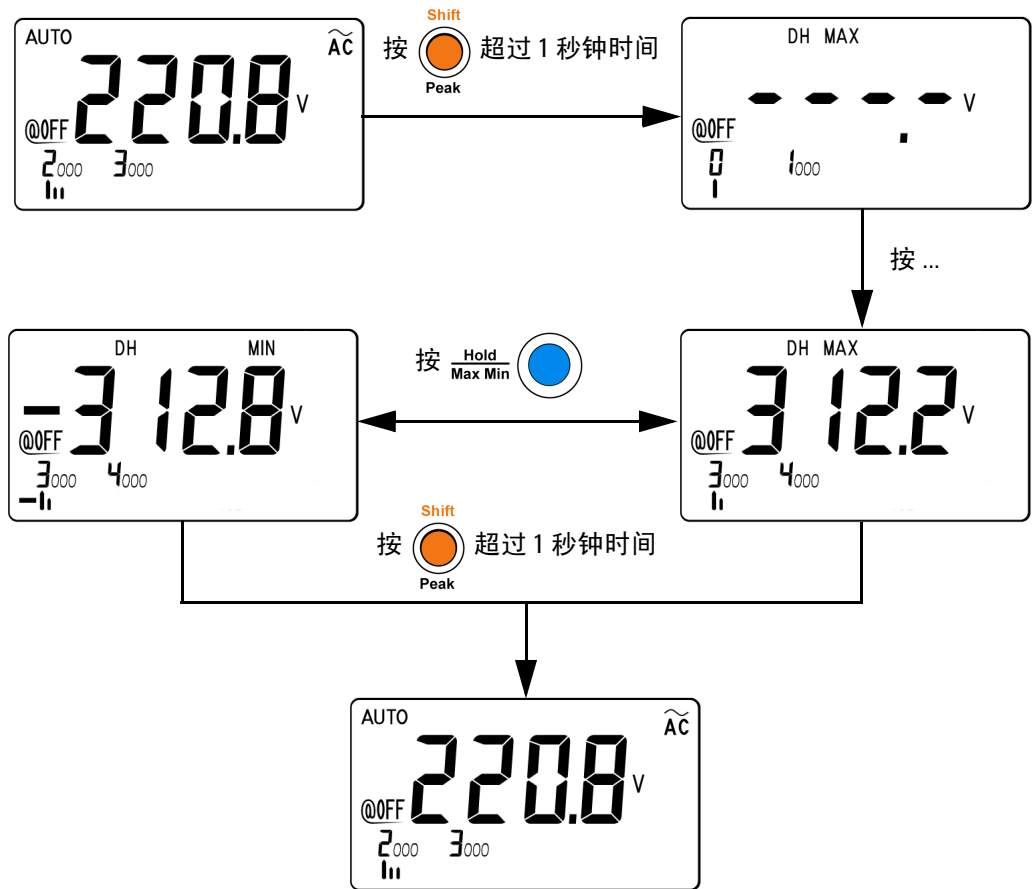

图 3-4 1 ms 峰值保持模式操作
- 4 在第 42 页上的图 3-4 中所示的测量示例中，波峰因数将为  $312.2/220.8 = 1.414$ 。